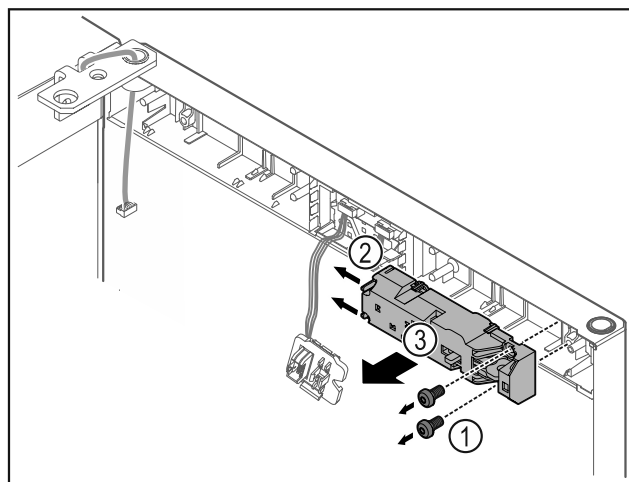

Fig. 12
- Odstraňte šrouby Fig. 12 (1).
- Nosy zarážky Fig. 12 (2) stlačte na stranu a sejměte dálkový zámek Fig. 12 (3).